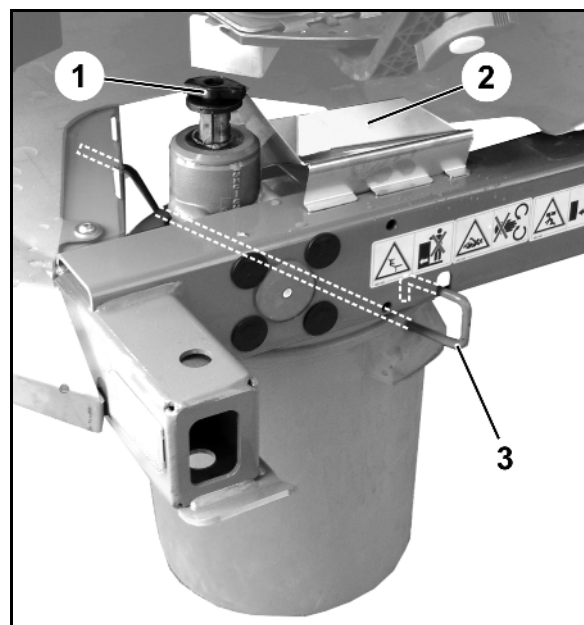

Bild 39
1. Ta bort vingskruven (Bild 39/1).